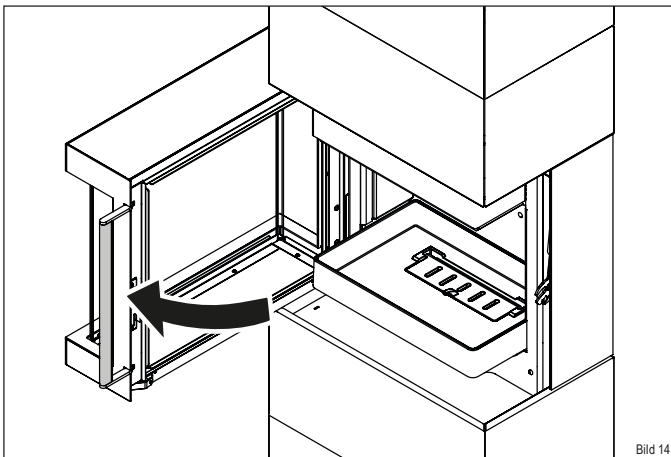

Bild 14
- ▶ Öffnen Sie die Feuerraumtür (Bild 14).